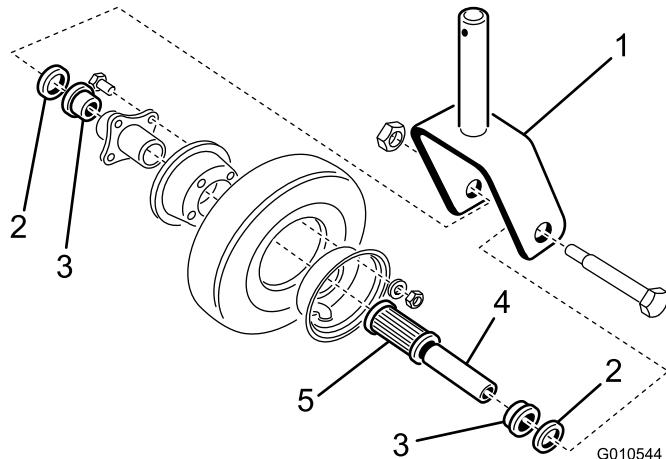

Figura 19
- Incline la rueda a un lado y deje que salga el casquillo intermedio (Figura 19).
- Retire uno de los retenedores del cojinete del cubo de la rueda dejé que salga el cojinete. Retire el retenedor del cojinete del otro lado del cubo de la rueda (Figura 19).